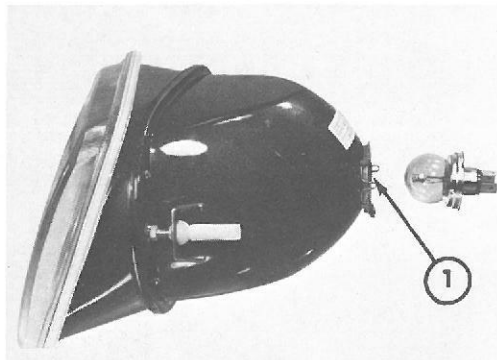

Fig. 32 Forlygte med 1 lampe
A. *Udskiftning af lampe* (fig. 32):